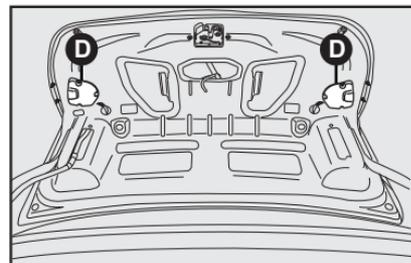

fig. 23
- Abrir la tapa del baúl para tener acceso a los portalámparas **D-fig. 23** (lado interno de la tapa);
- Quitar los 3 tornillos y soltar la tapa de plástico **fig. 23**.
- Recolocar la tapa de plástico y apretar los 3 tornillos **fig. 23**;